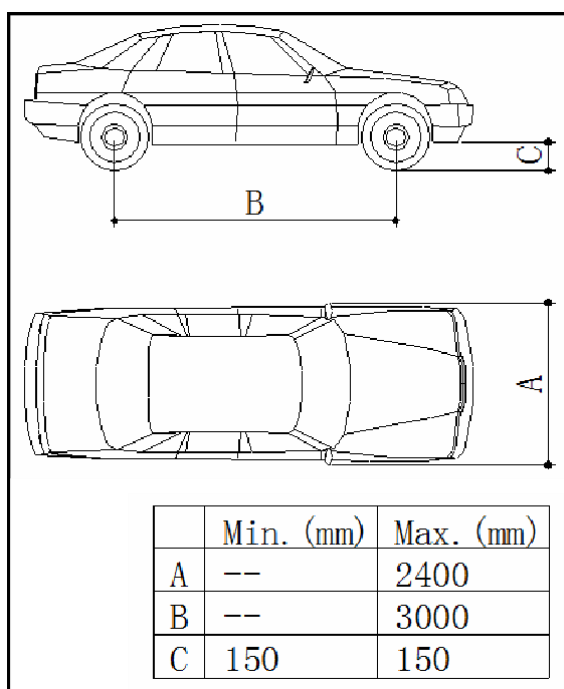

Рис. 8
В процессе подъема и опускания автомобиля механик должен находиться около стойки управления, как показано на рис.8. Присутствие людей в опасной зоне, отмеченной на данном рисунке, строго воспрещено. Присутствие людей под автомобилем допускается только после подъема и фиксации автомобиля.
- ◆ Размеры и вес автомобиля не должны превышать допустимые максимальные значения (*рис.8*).